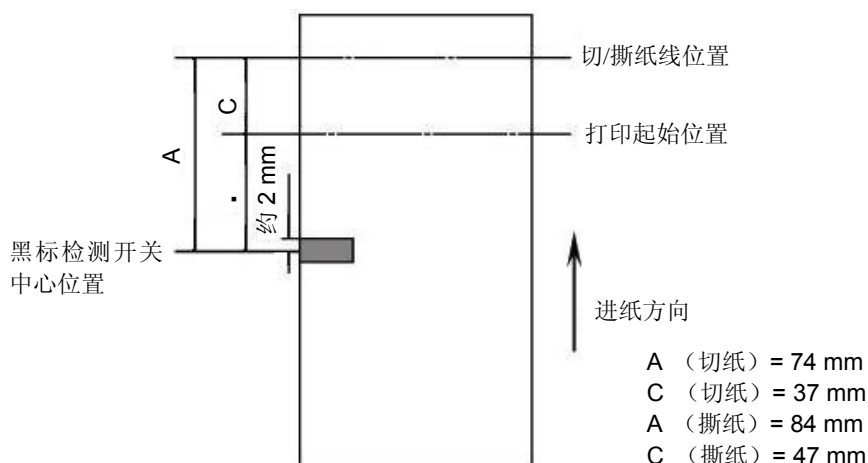

图 1
4. 打印机固有机械值 $L_0=A$ (mm) $Q_0=C$ (mm), 请参见图 1。
以下举例假设为撕纸位置在打印机构撕纸口, 即 $L_0=67\text{mm}$, $Q_0=29\text{mm}$ (请参见图 1)。